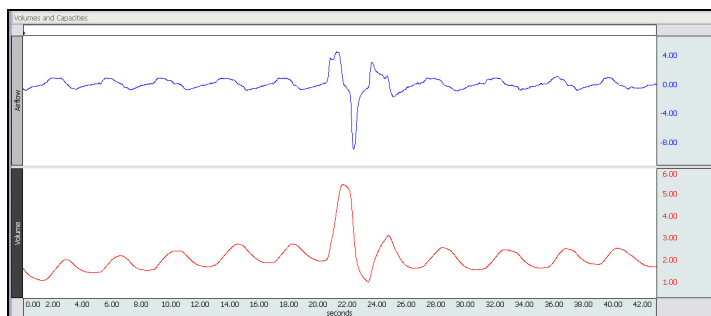
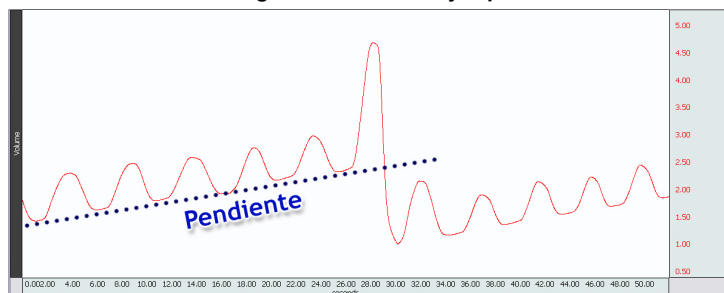

Fig. 12.19 Datos de Ejemplo
Fig. 12.20 Excesiva pendiente en los datos de Volumen
Después de hacer clic en **Parar**, el programa Biopac Student Lab automáticamente convertirá los datos de flujo de aire a datos de volumen. Al final del cálculo, ambas ondas se mostrarán en la pantalla (Fig. 12.19).
La profunda inhalación/exhalación se debería ver claramente en los datos de Volumen y debería haber 5 ciclos de respiración normal, ambos antes y después de la respiración profunda. Es normal tener un poco de “pendiente” en los datos de Volumen como se muestra en la Fig. 12.19. Si los datos de Volumen muestran una pendiente excesiva (Fig. 12.20), repetir el registro.
Si el registro no se parece a la Fig. 12.19:
- Si hay excesiva “pendiente” en los datos (Fig. 12.20):